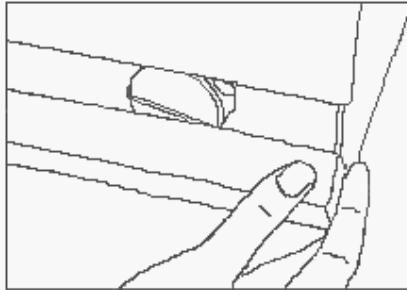

Fig.12
- Retirez la plinthe en poussant vers le haut les 2 clips de fixations inférieures, puis en la tirant vers vous (Fig. 12)